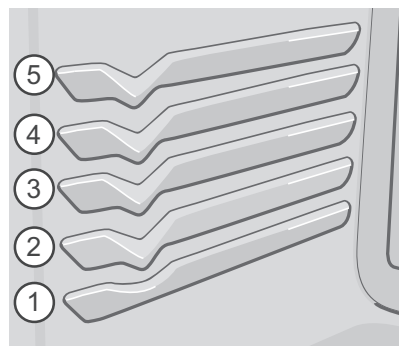
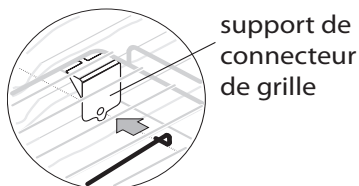

Figure 19 : Positions des grilles
Figure 20 : Le support doit se trouver à l'arrière de la cuisinière
La grille de four Effortless™ peut être utilisée aux positions 1, 2 ou 3 (Figure 19). Si une autre grille est placée à une position, il vous sera impossible de fermer complètement la porte et cela pourrait endommager la porte du four, la cavité ou les supports de connecteur de la porte.
4. Placez la grille du four dans les positions 2, 3 ou 4 seulement (Figure 19). Assurez-vous que les supports de connecteur de grille sont placés à l'arrière du four et qu'ils pointent vers le bas (Figure 20).